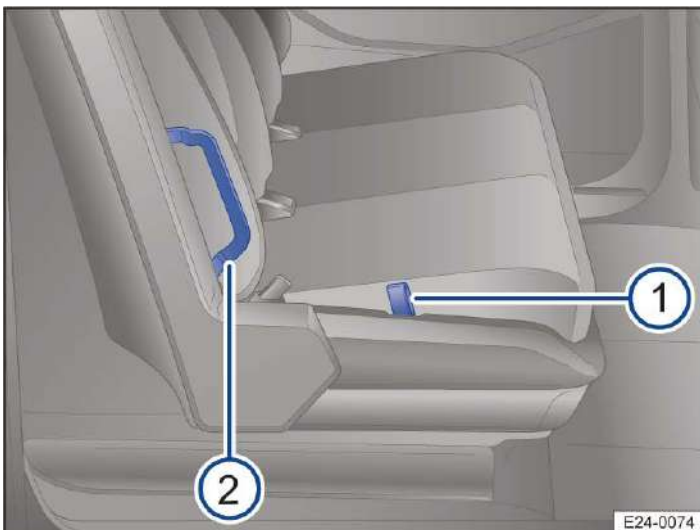

Abb. 1 Flexible Trennwand in Sitzbank-Position.
1. Schlaufe → Abb. 1 **1** ziehen und halten.
2. Sitzbank am Griff → Abb. 1 **2** nach vorne ziehen.